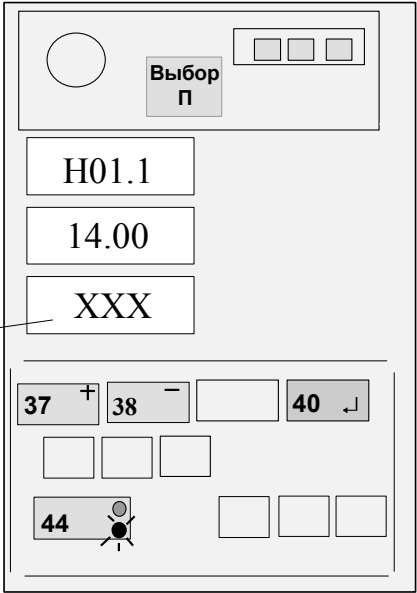

Рисунок 12
4.4.6.3 Нажать на время 1 с кнопку "↵" (40) и, проконтролировав короткий звуковой сигнал, отпустить кнопку (см. рисунок 12).